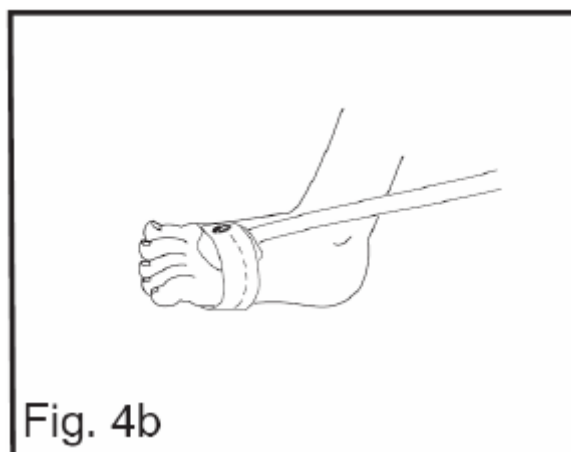

Fig. 4b
3. Enrole a tira adesiva à volta do pé e certifique-se de que o emissor (caixa branca) fica alinhado com o detector. Tenha o cuidado para manter o alinhamento adequado do detector e da caixa do emissor ao aplicar a tira adesiva para fixar o sensor (Fig. 4b). Verifique se o sensor está corretamente posicionado e reposicione-o, se necessário. Continue a enrolar o resto da tira adesiva à volta do pé.